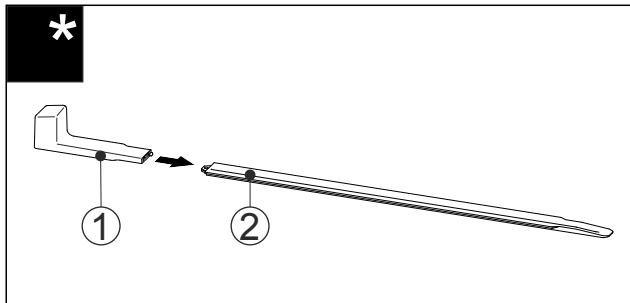

Fig. 59
- Liitä asennuskahva Fig. 59 (1) kiskoon, jota käytetään vaakatasoon säätämistä varten Fig. 59 (2).